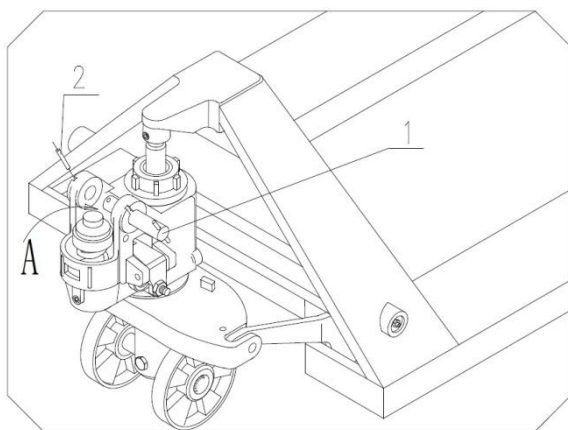

Рис. 1.
- 3.1. Выньте ось со штифтами 1 (см. рис. 1).